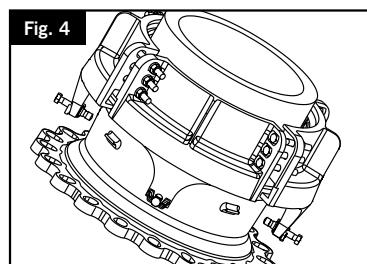

Fig. 4
7) Beginnen Sie mit dem Zusammenschrauben der Spannbänder des Flanschadapters. Arbeiten Sie nacheinander an jedem Spannband und ziehen Sie jede der drei Spannbandschrauben durch Drehen der Mutter um jeweils eine oder zwei Umdrehungen an, um die Spannbänder in Richtung Rohr zu ziehen (siehe Abb. 4). Schrauben Sie die Zentrierschrauben weiter heraus, um dafür zu sorgen, dass sie das Flanschadapter-Gehäuse nicht berühren.